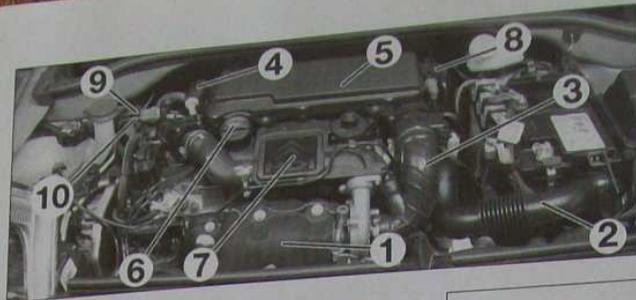

FIG. 35
- Déposer (Fig.35) :
- l'écran thermique du catalyseur (1).
- le manchon d'alimentation en air (2).
- le manchon d'air entre l'admission et le turbo-compresseur (3).
- la poire d'amorçage en combustible (4).
- le boîtier de filtre à air complet (5).
- le bouchon de remplissage en huile (6).